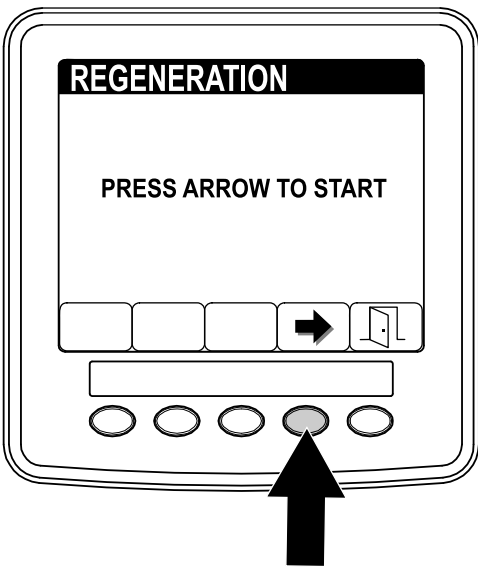

Figure 68
3. Dans l'écran de régénération, appuyez sur le bouton n° 4 pour lancer le processus de régénération (Figure 68).